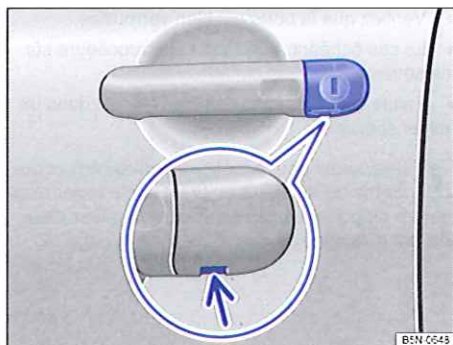

Fig. 210 Poignée de porte du conducteur : barillet masqué
- Insérez le panneton par le bas, dans l'ouverture du cache de la poignée de porte du conducteur \Rightarrow fig. 210 (flèche).